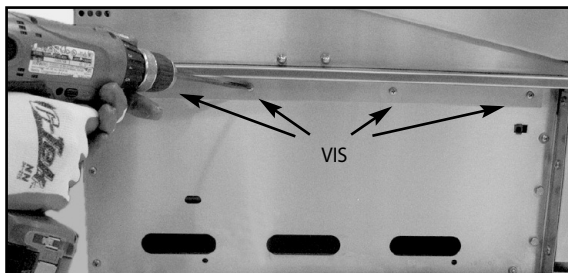

Fig. 06
1. Il vous faut d'abord retirer les équerres du côté de l'appareil et les remplacer par les supports de fixation du chariot (Fig. 06). L'appareil est expédié préparé pour une installation autoportante.